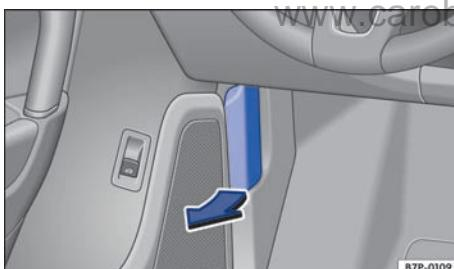

图 230 在驾驶员侧脚部空间内：发动机舱盖的解锁拨杆
- 在打开发动机舱盖前要确保车窗玻璃刮水器摆臂紧贴在前窗玻璃上 **⇒①**。
- 在驾驶员侧车门已打开的情况下沿箭头方向拉开解锁拨杆 **⇒ 图 230**。发动机舱盖于是在弹簧力作用下从前围支架的锁止装置中弹出 **⇒▲**。